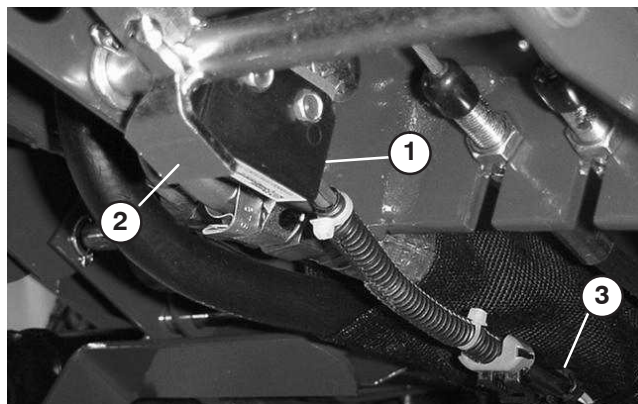

Figure 63
1. Un espace d'environ 1,5 mm doit exister entre la palette de pivot de l'axe du frein de stationnement et la base du contacteur de sécurité (Fig. 63) (la palette ne doit pas toucher le contacteur).